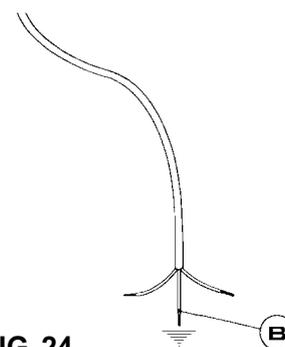

FIG. 24
Em caso de substituição do cabo de alimentação, o instalador deverá manter o condutor de terra (B) mais comprido em relação aos condutores de fase (veja fig. 24). Para além disso, deverá respeitar as indicações do parágrafo 10.